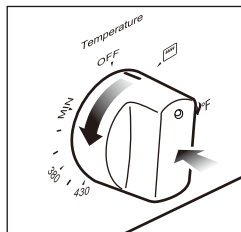

Fig.3
- 2) Tournez le bouton sur le brûleur du four (la plage de température du brûleur du four est MIN au maximum, le bouton peut être allumé n'importe où dans cette plage, Fig.3), the oven automatically ignites, and it lights within 5.5 seconds; Si cela ne peut pas être allumé pour le premier temps, allumez-le après 12 secondes, il émet de la lumière en 5,5 secondes; Si cela ne peut pas être allumé après avoir répété 3 fois, vous devez réinitialiser le bouton pour l'éteindre et l'ouvrir à nouveau.